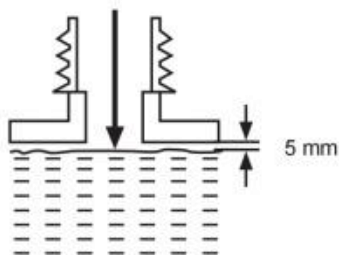

Fig. 17
- 3) Överfyll inte och lämna ca 5 mm utrymme till den nedre kanten för att låt smörjmedlet expandera (bild 17).